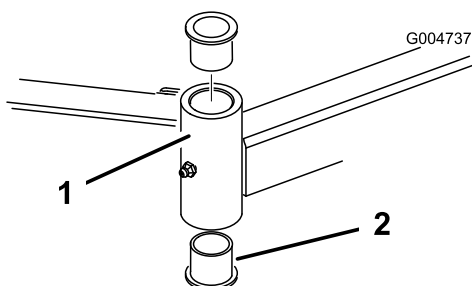

Figura 27
4. Inserite un punteruolo nella parte superiore o inferiore del tubo di fissaggio, e spingete la boccola fuori del tubo (Figura 27). Estraete dal tubo anche l'altra boccola. Pulite l'interno dei tubi di fissaggio.